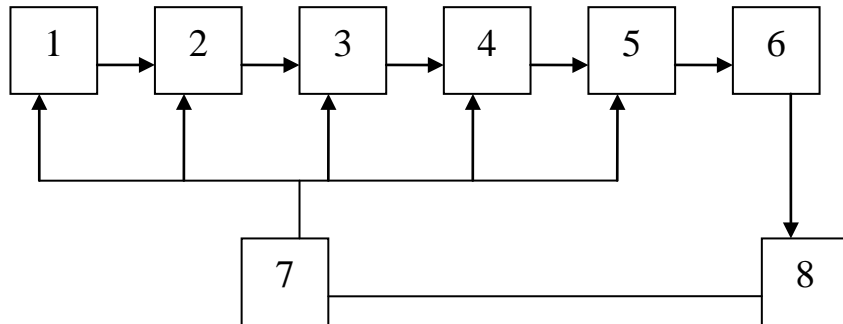

Рис. 2
4.3.1. Электрическая функциональная схема аппарата (рис. 2) состоит из следующих узлов: 1 - генератор импульсов; 2 - формирователь импульсов; 3 - усилитель напряжения; 4 - выходной усилитель; 5 - система защиты цепи пациента; 6 - цепь пациента; 7 - источник питания; 8 - измерительное устройство.